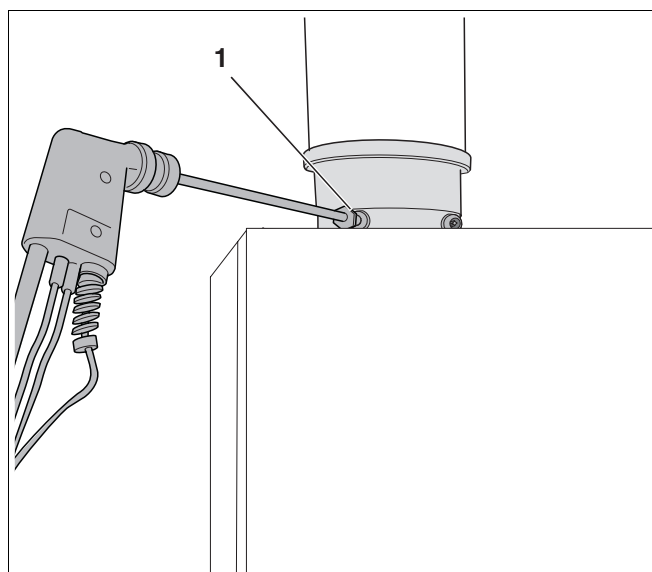

fig. 64 Koolmonoxidegehalte meten
- Sluit het rookgasanalyseapparaat aan op het linker meetpunt (→ fig. 64).
- Op het meetpunt voor rookgassen (→ fig. 64) het koolmonoxidegehalte meten.